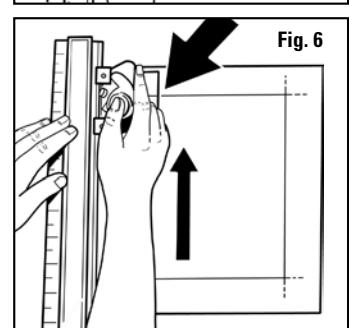

Fig. 6
4. Manteniendo la presión hacia abajo en el Sujetador de la cuchilla, deslice el Cortador de Bisel lejos de usted hasta que la línea de plata en ella se intercepte con la línea de lápiz superior. Asegúrese de mantener la presión uniforme hacia abajo. Fig. 6